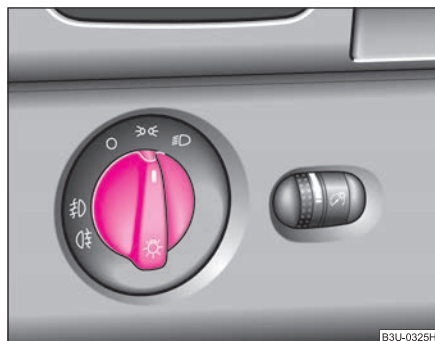

Fig. 35 Cuadro de interruptores: Conmutador de luz
- Gire el conmutador de luces ⇒ fig. 35 hasta la posición ☀.
En los vehículos con **dirección a la derecha***, la disposición de los interruptores se diferencia en parte de la ⇒ fig. 35 disposición mostrada. No obstante, los símbolos que marcan las posiciones de los interruptores son iguales.